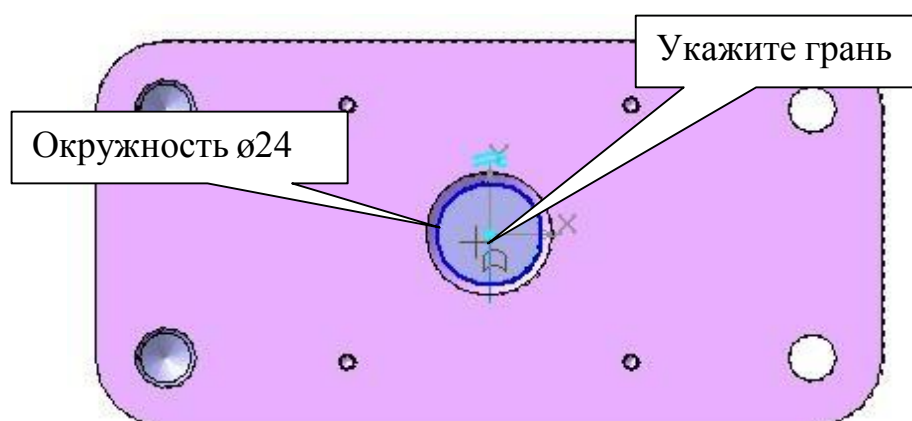

Рис. 13
3) Система перейдет в режим редактирования эскиза . Нажмите кнопку **Спроецировать объект**  на панели **Геометрия**  и спроецируйте грань, рис. 13, получив окружность $\varnothing 24$.